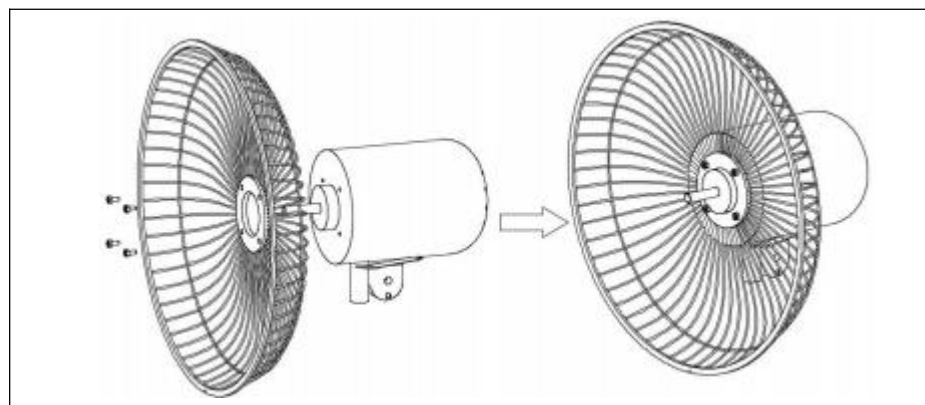

Fig.5 .
1) Retirez les vis de la grille de la tête du moteur. Fixez ensuite la grille arrière (13) sur la tête du moteur à l'aide de la vis de la grille arrière (15), comme indiqué sur le schéma (Fig. 5).